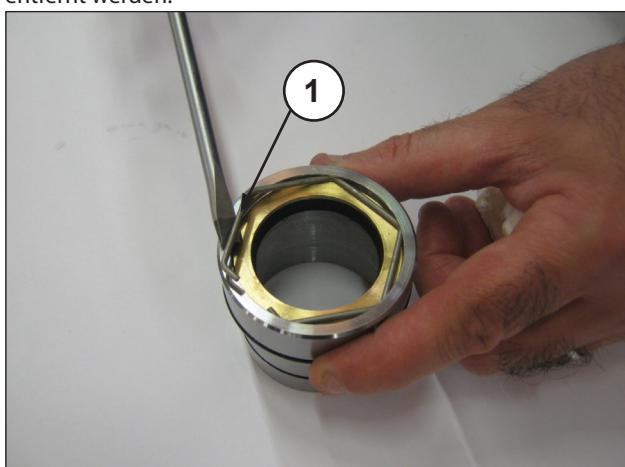
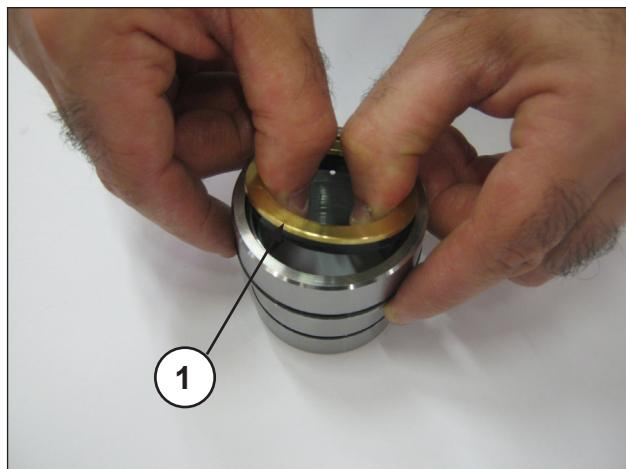

Abb. 27
Abb. 28
Zur Abnahme der ND-Dichtung müssen der Sicherungsring (Pos. ①, Abb. 27) und der Dichtring (Pos. ①, Abb. 28) entfernt werden.